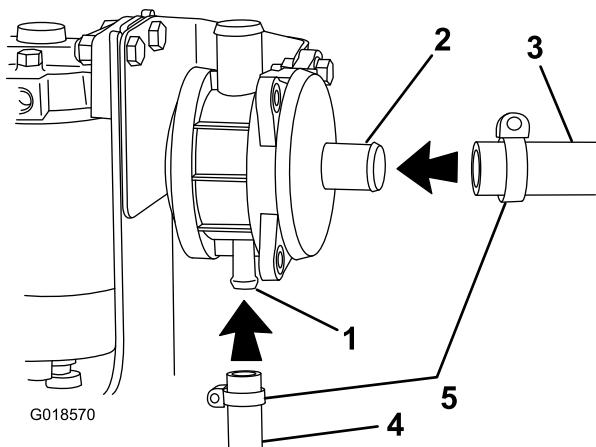

Figura 4
1. Fissate il flessibile di spurgo dell'olio (diametro minore) all'accoppiatore dentellato sullo sfiatatoio (Figura 4).
2. Fissate il flessibile dello sfiatatoio (diametro maggiore) al raccordo sullo sfiatatoio come mostrato in (Figura 4).